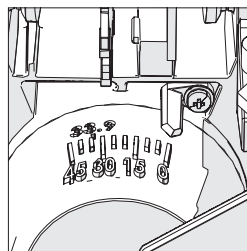

Abb. 7
- Stellen Sie sicher, dass der Schneidkopf aufrecht gegen seinen Anschlag steht und dass der Schrägzeiger 0° auf der Skala anzeigt (**Abb. 7**).